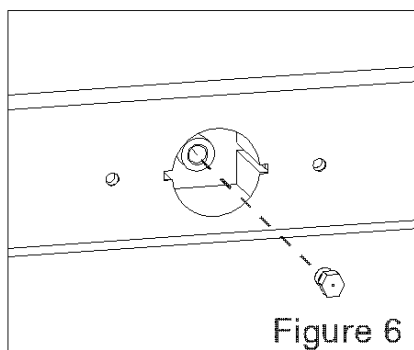

Figure 6
- Dévissez les injecteurs situés sur le support d'injecteur (fig. 6)
- A l'aide d'un tournevis très fin, vissez ou dévissez la vis de réglage, afin que la flamme du brûleur soit correctement au minimum (Figure 6).